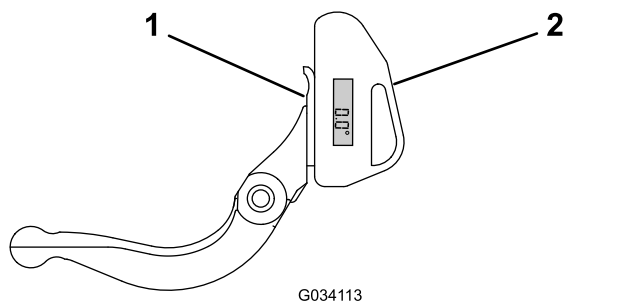

図 12
1. 図 12 に示すように、ベッドナイフの裏面に傾斜計を置く。